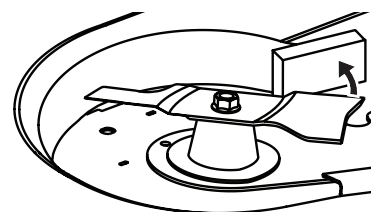

Figura 62
1. Asegure que la cuchilla no gire en sentido contrario a las agujas del reloj durante el servicio colocando un bloque de madera entre la cuchilla y la carcasa de la plataforma (Figura 62), o envuelva un extremo de la cuchilla con un trapo y sosténgala firmemente.